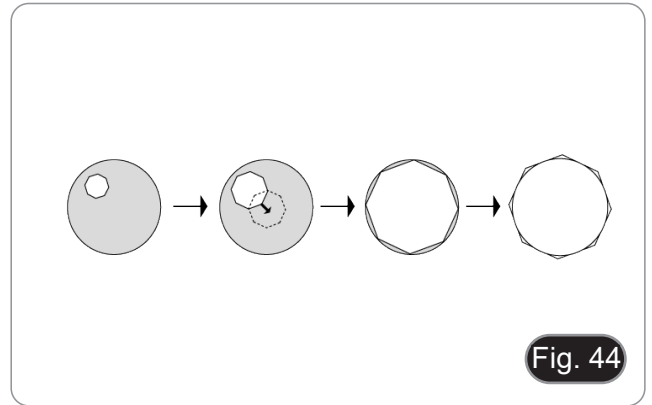

Fig. 44
4. A l'aide des vis Allen fournies, utilisez les deux vis de centrage ④ pour placer l'image du diaphragme au centre du champ de vision.
5. Ouvrir progressivement le diaphragme. L'illuminateur est centré lorsque l'image du diaphragme est symétrique par rapport au champ de vision. (Fig. 44)